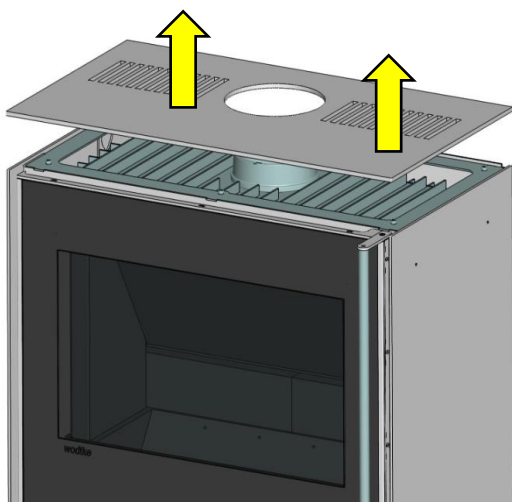

Abb. 7: Deckel abnehmen
1. Den Deckel (Stahl), lose auf der Ofen-Oberseite liegend, anheben und auf einer kratzfesten Unterlage ablegen (Abb. 7).